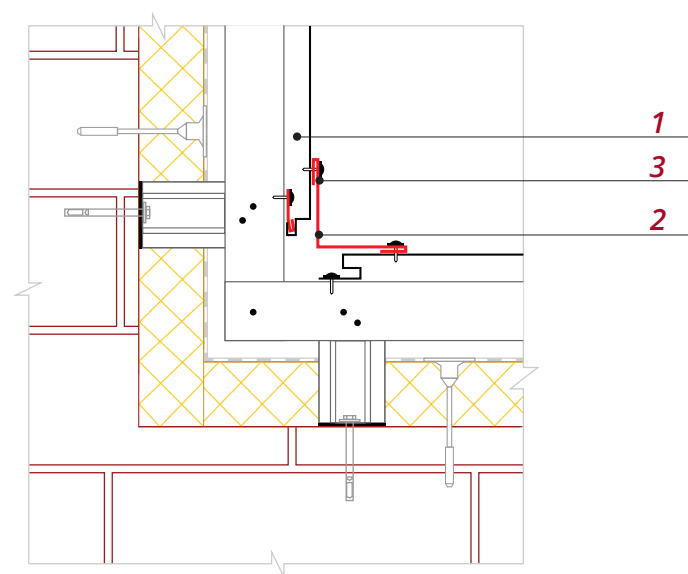

Рис. 13
- Планку угла внутреннего просто крепите после монтажа панелей сайдинга **1** (рис. 13). Рекомендуется использовать саморезы ПШС с окрашенной головкой **3**, вытяжные заклепки или кровельные саморезы 5.5\*19.